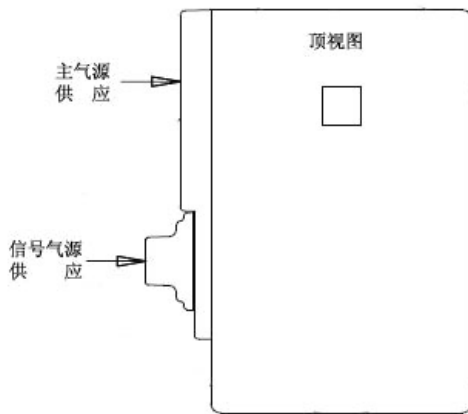

图 1 AP 定位器外形图
2.1.1 把旋转气缸的叶片移到中间位置，它的输出方头如图 1 所示。这样可以在放置定位器连接套时避免发生错误。（如果是带复位弹簧的旋转气缸就没有必要这样做，因为不会产生混淆。）
2.1.3 按图 1 所示方向把定位器壳体用螺栓固定到旋转气缸上，注意要把二个 O 形圈放到位，保证到旋转气缸的气口密封（放一些油脂在 O 形圈上，使 O 形圈保持原位）然后使旋转气缸的轴位于壳体的中心。
6.1.1 把旋转气缸叶片移到行程中间位置，它的输出方头如图 1 所示。这样做是为了在放置定位器连接套时避免产生错误。（带复位弹簧旋转气缸就没有必要这样做，因为方头的方向不会产生混淆）
6.1.3 按图 1 所示方向把定位器壳体用螺栓固定到旋转气缸上，注意要把二个 O 形圈放到位，保证到旋转气缸的气口密封（放一些油脂在 O 形圈上，使 O 形圈保持原位）然后使旋转气缸的轴位于壳体的中心。